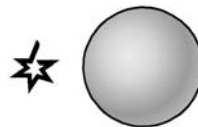
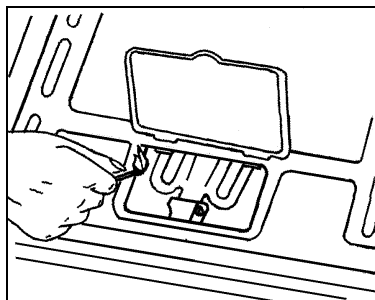

fig.2
fig. 3
Aparatul este prevăzut cu un dispozitiv de aprindere electronică a arzătoarelor plitei. Pentru a aprinde arzătorul ales se ține apăsat butonul cu revenire pentru aprinzător (fig. 2) și concomitent se rotește butonul corespunzător arzătorului respectiv spre stânga în poziția deschis la maxim și se menține apăsat încă cel
- Se acționează butonul de aprindere marcat cu semnul "★" (fig.2), - sau în lipsa curentului - se apropie flacăra unui chibrit sau un aprinzător (fig.3).